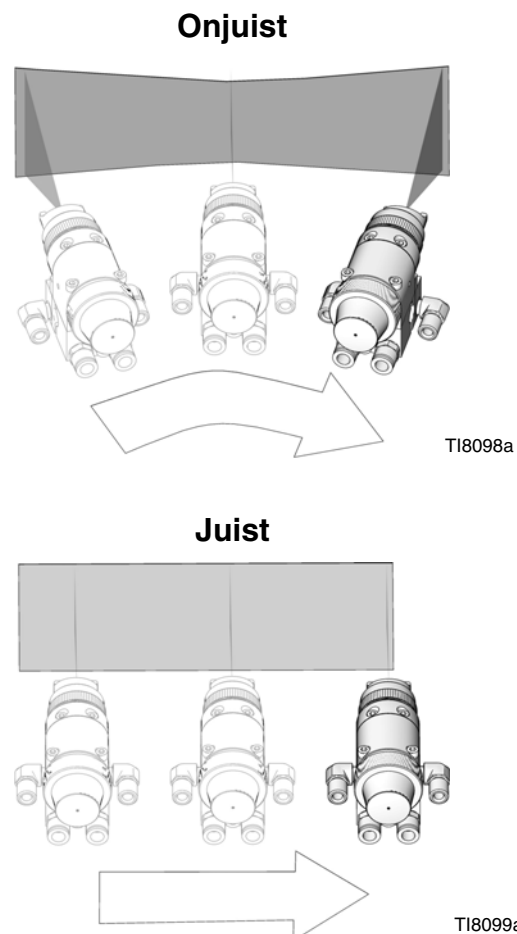

FIG. 10: Correcte spuitmethode
- Ga in soepele, parallelle bewegingen over het te spuiten oppervlak met een overlapping van 50%. Zie FIG. 10.